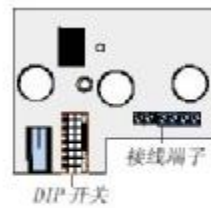

图2: 电路板
2、拨 DIP 开关，设置 PinPoint 地址。如图2。